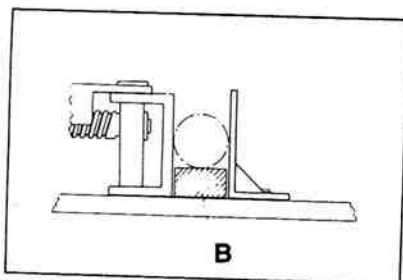

Abb. 5
Beim Einspannen ist das Werkstück (A) mit einem Block (B) zu unterlegen, der ein bisschen kleiner als das Werkstück sein sollte. (Abb.5)
Legende zu (Abb.5)